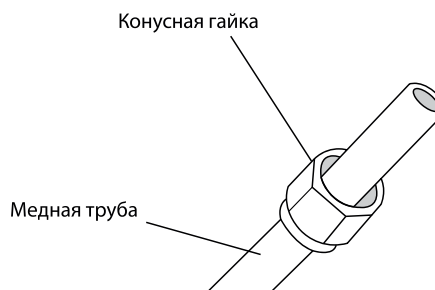

Рис. 5.3
3. Наденьте конусные гайки на оба конца трубы. Гайки должны быть ориентированы в правильном направлении, поскольку после развальцовки гайки нельзя будет надеть или изменить их ориентацию. См. рис. 5.3.